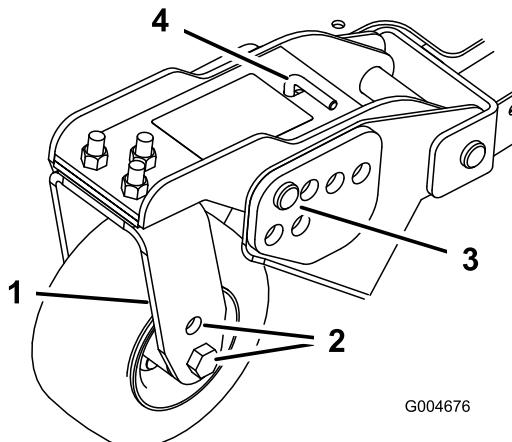
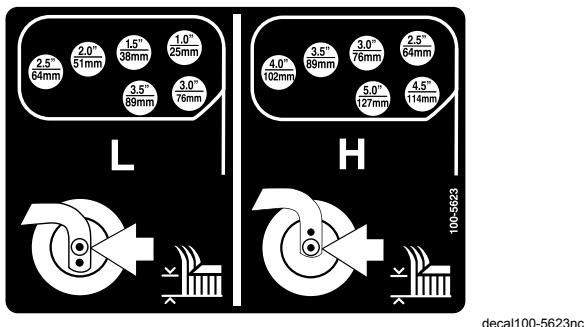

Bild 21
Bild 22
1. Stecken Sie die Laufradachsen in allen Laufradgabeln in die gleichen Löcher (Bild 19 und Bild 21).
6. Entfernen Sie den Splint und die Lastösenbolzen von den Laufradgelenkkarren (Bild 21).
7. Drehen Sie die Spannstange, um den Gelenkkarm anzuheben oder abzusenken, bis die Löcher mit den ausgewählten Löchern in der Schnitthöhenhalterung im Mähwerkrahmen ausgerichtet sind (Bild 21 und Bild 22).